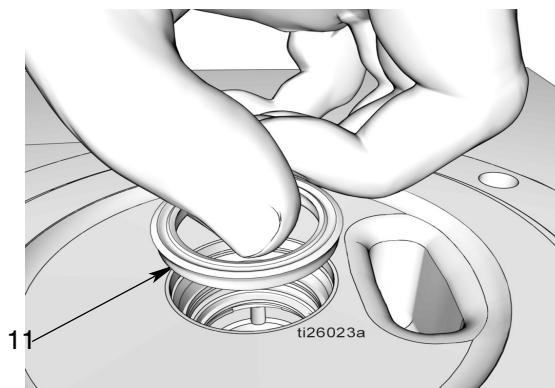

FIG. 39
- h. Installare la tenuta (11), con i labbri rivolti verso l'alto come mostrato in FIG. 39.